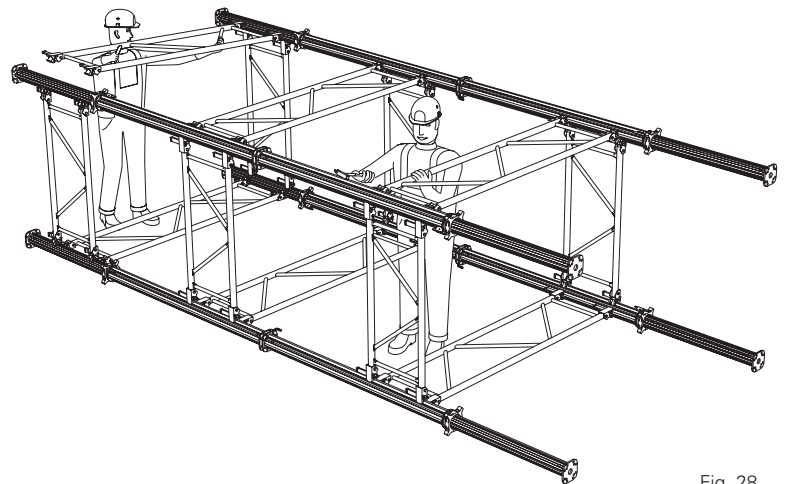

Fig. 28
6. Afstiv med hegnene på den fjerde side. **Fig. 28**